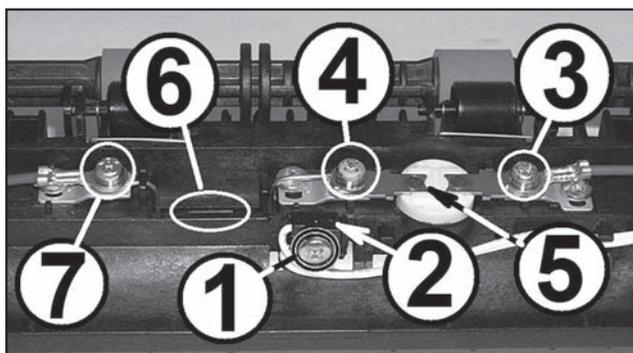

Рис. 43
1. Располагают первую половину узла термopедохранителями вверх, термистором к себе. Освобождают провода подключения термистора из пазов прокладки. Откручивают саморез 1 (рис. 43) крепления, перемещают термистор 2 вверх и снимают его с основания узла.
2. Откручивают два винта 3, 4 (рис. 43) крепления самовоста-навливающего термopедохранителя (термостата) 5, перемещают его вверх и снимают с узла. При необходимости демонтажа термopедохранителя 6 (рис. 43) откручивают винты 4 и 7, перемещают термopедохранитель вверх и снимают с узла.